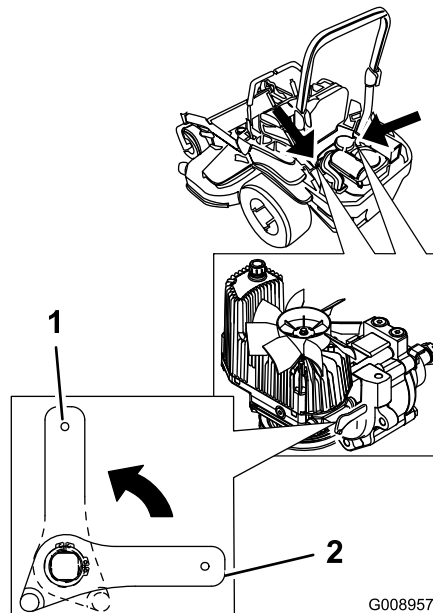

Figura 37
2. Gire las palancas de las válvulas de liberación a la posición vertical para empujar la máquina (Figura 37).
4. Gire las palancas de las válvulas de desvío a la posición horizontal para conducir la máquina (Figura 37).